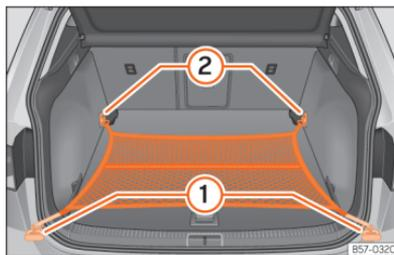

Abb. 173 Im Gepäckraum: flach eingehängtes Gepäckraumnetz.
- Hängen Sie die Haken in die Verzurrrösen ein » (Abb. 173) ① und ② » ⚠️. Der Reißverschluss des Gepäckraumnetzes muss dabei nach oben zeigen.